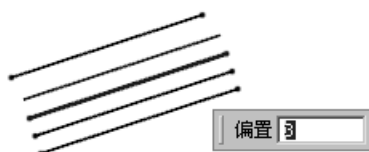

图 5.6.27 直线的偏置（二）
- 如需要偏置多条直线, 可以在上述 Step5 中, 在图形区合适的位置继续单击, 然后单击中键完成, 结果如图 5.6.27 所示。